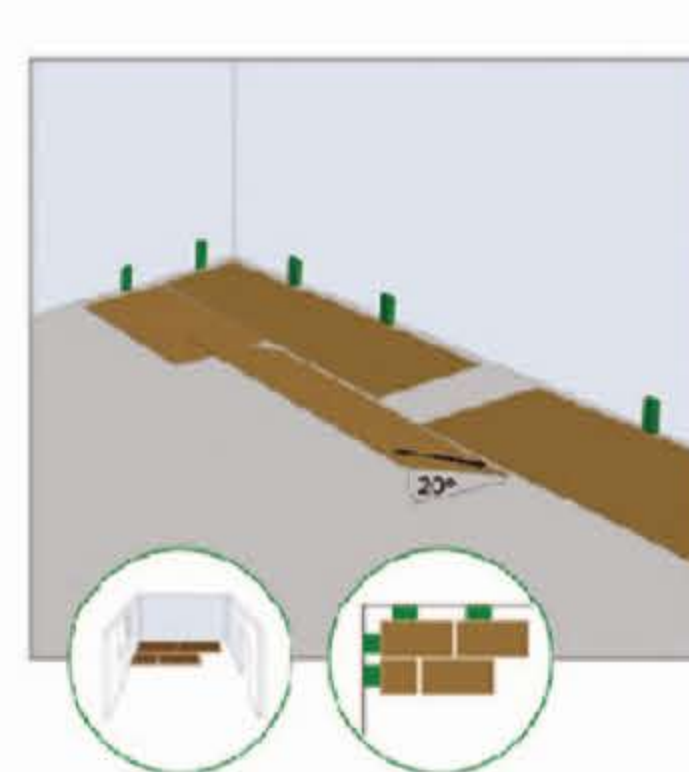

Рисунок 10
11. Далее продолжается формирование второго ряда без торцевого (по короткой стороне) защелкивания при помощи следующей доски. (см. рис. 10) Здесь и далее показана укладка панелей слева-направо.